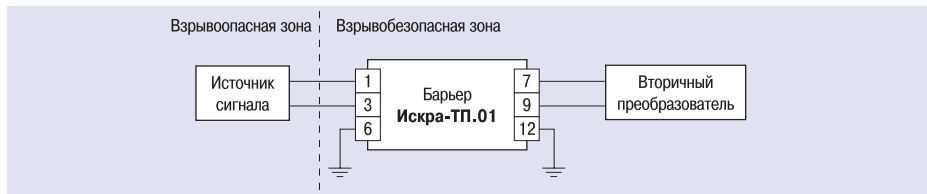

Рис. 3. Схема подключения барьера ОВЕН ИСКРА-ТП.01
**БАРЬЕР ОВЕН ИСКРА-ТП.01** совмещается либо с датчиками на основе термопары (ТП), либо с датчиками с унифицированным выходным сигналом напряжения – 50...+50 мВ; 0...±1 В (рис. 3). Кроме того, этот барьер позволяет передавать сигнал любой полярности напряжением до 6 В для управления исполнительным устройством как в опасную зону, так и обратно.